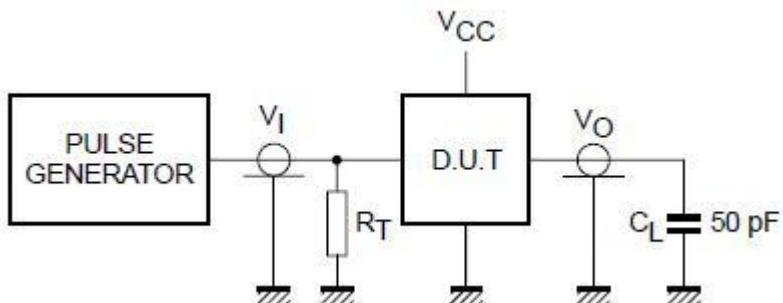

图5、交流测试图
3.3.3 交流参数 1 (除非另有规定, Tamb= 25°C, GND=0, tr = tf =6.0ns, C_L=50pF; 见图4, 图5)
3.3.4 交流参数 2 (除非另有规定, Tamb= -40~+85 °C, GND=0,tr = tf =6.0ns,C_L=50pF; 见图4, 图5)